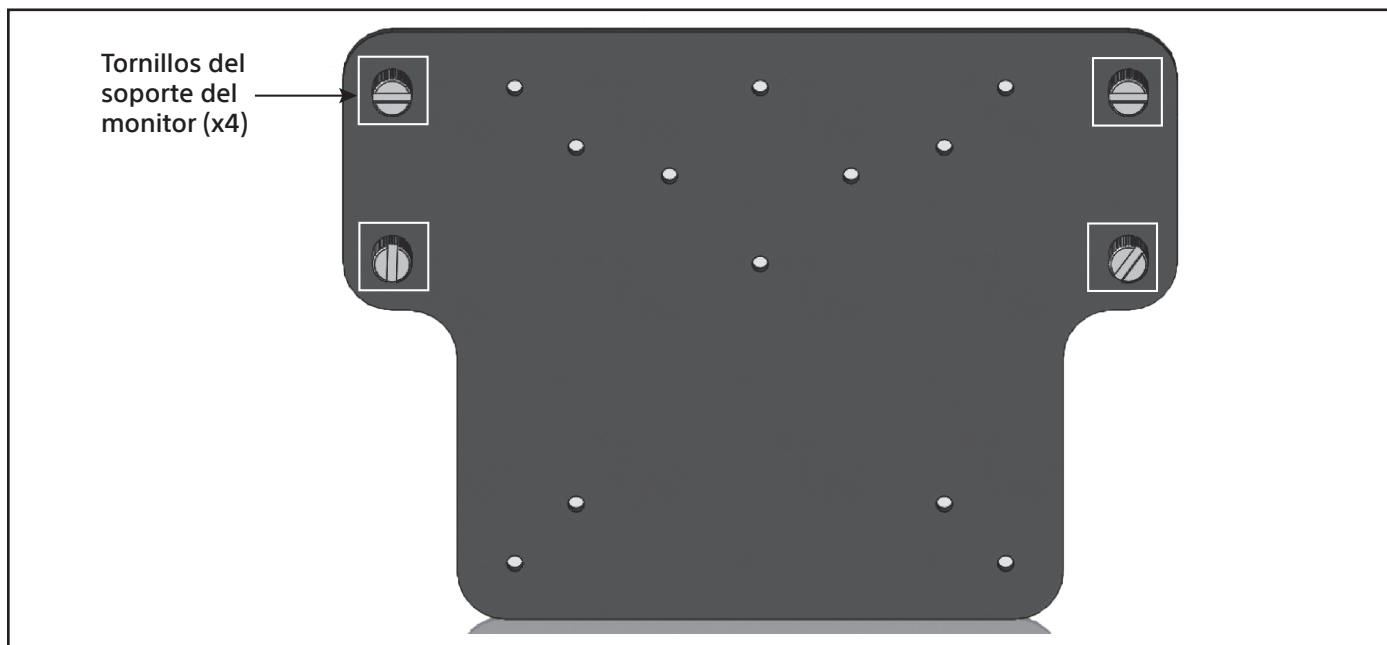
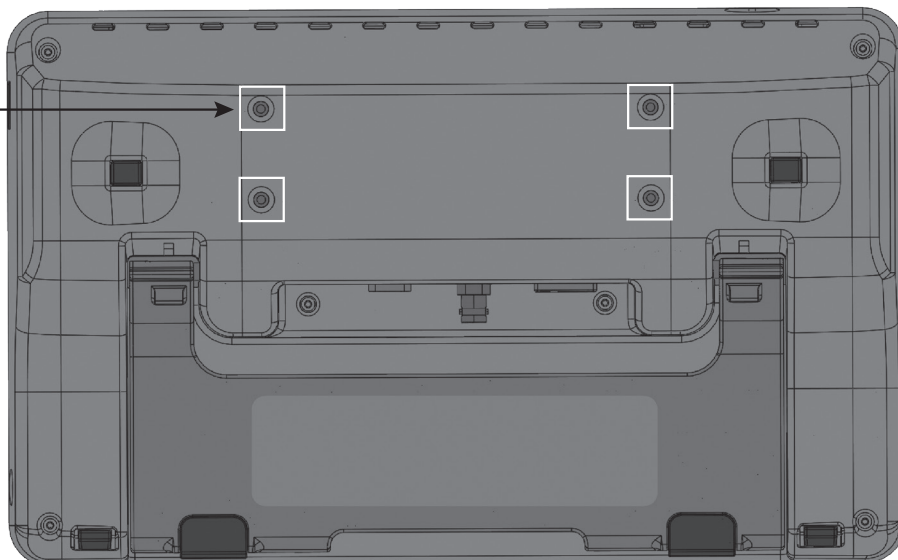

Figura 19. Alinear los tornillos del soporte del monitor
Figura 20. Orificios roscados del monitor
4. Alinee los tornillos del soporte del monitor (Figura 19) con los orificios roscados en la parte posterior del Monitor EXALT (Figura 20).